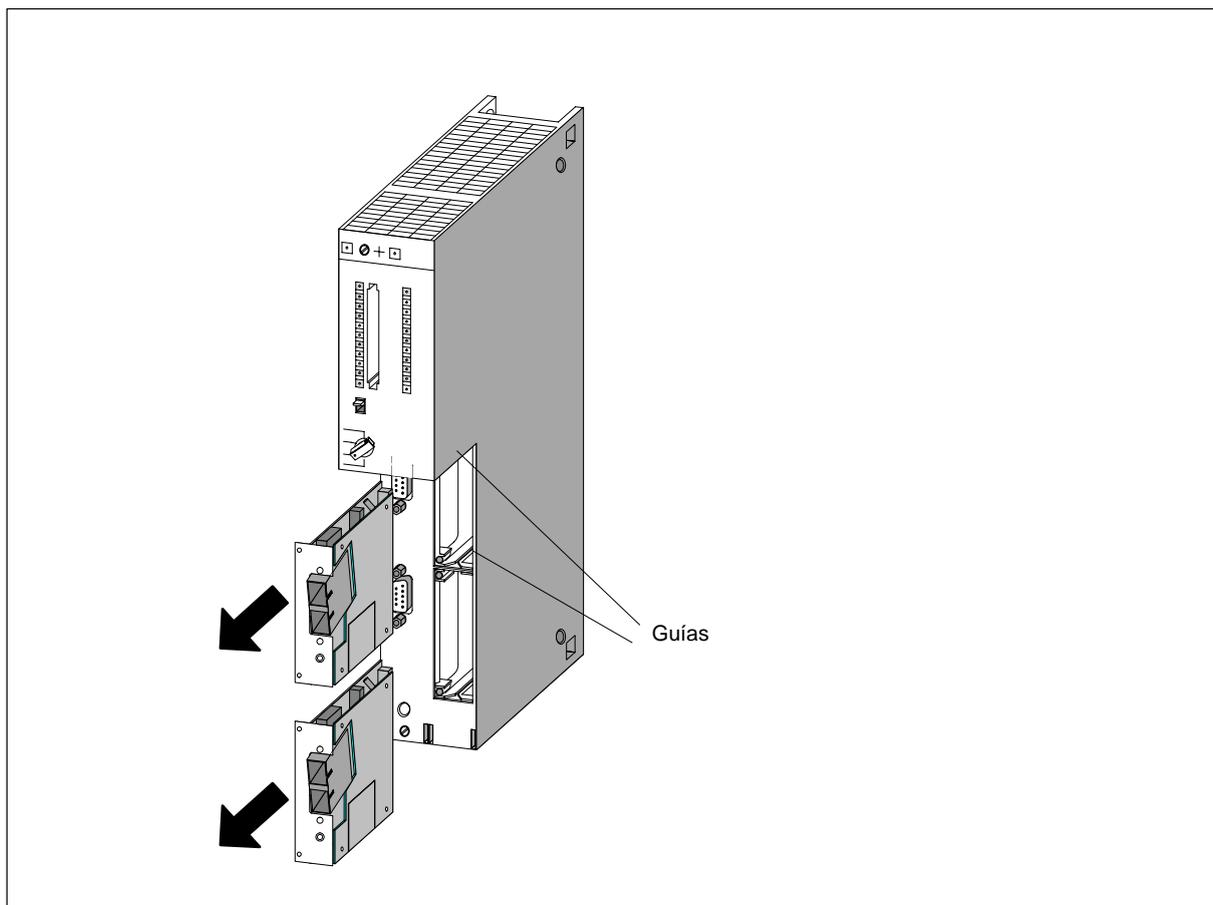

Figura 7-3 Desmontaje de los submódulos interface de la CPU
5. Retire el submódulo de la guía con cuidado (v. figura 7-3) sujetándolo por los laterales del panel frontal.